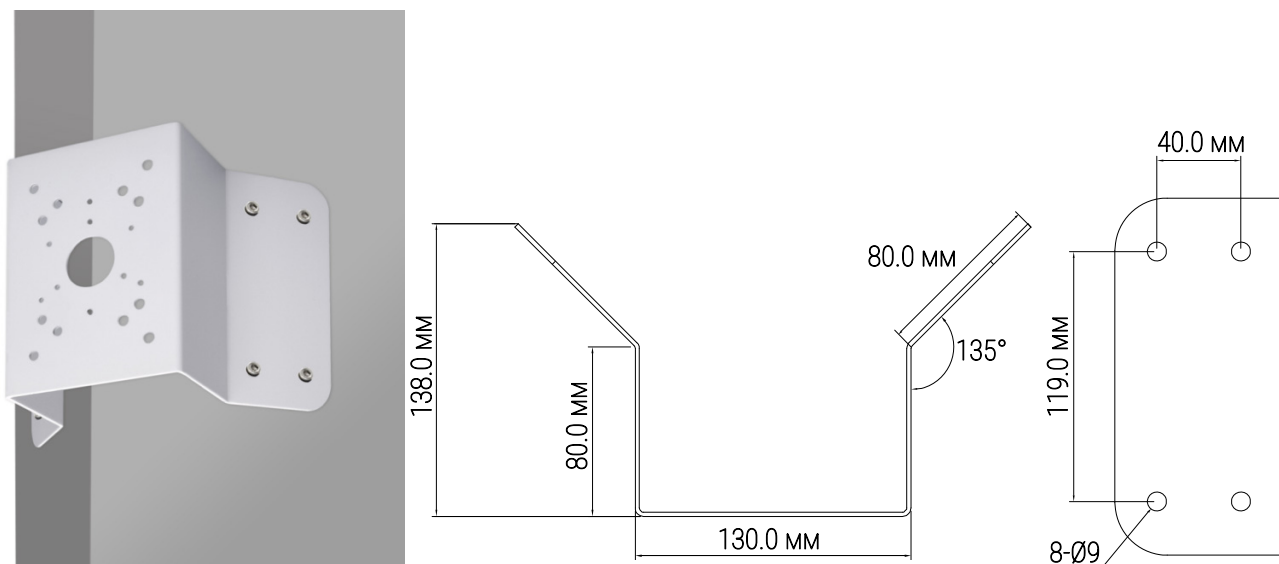

Рисунок 4.20 – Определение точек крепления кронштейна на установочной поверхности
1. Используя угловой кронштейн, отметьте точки крепления на установочной поверхности (Рисунок 4.20) и просверлите 4 отверстия (диаметр 8 мм, глубина не менее 65 мм) в установочной поверхности.